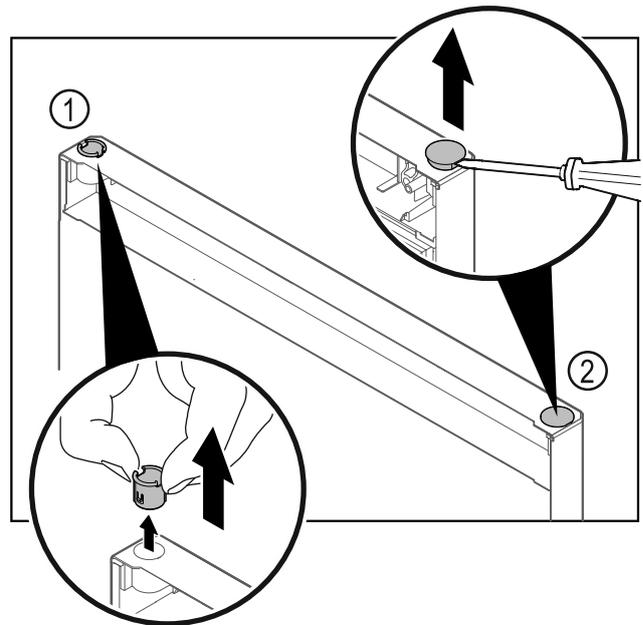

Fig. 35 Gefrierteiltür
- ▶ Scharnierbuchse Fig. 35 (1) mit den Fingern herausziehen.
- ▶ Abdeckstopfen Fig. 35 (2) vorsichtig mit einem Schlitzschraubendreher anheben und herausziehen.